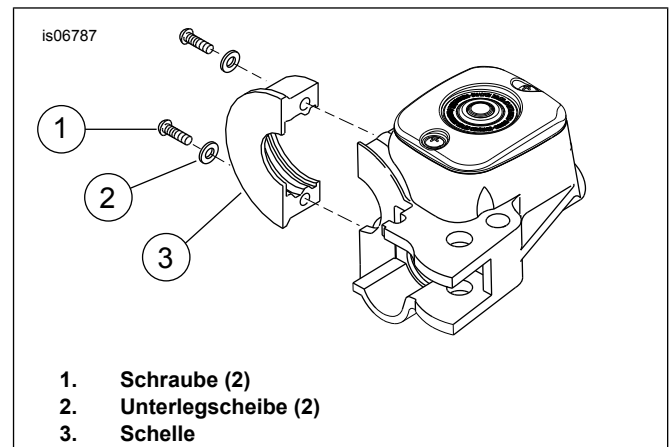

Abbildung 1. Schelle entfernen
2. Siehe Abbildung 1. Schrauben (1), Unterlegscheiben (2) and Schelle (3) entfernen.